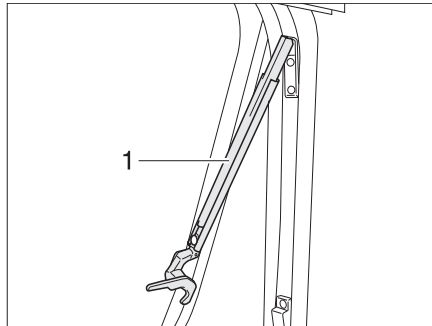

Bild 73 Överkantshängt fönster med automatik-spärrar, öppet
- Öppna det överkantshängda fönstret till önskat läge. Automatik-spärren (Bild 73,1) hakar fast automatiskt.